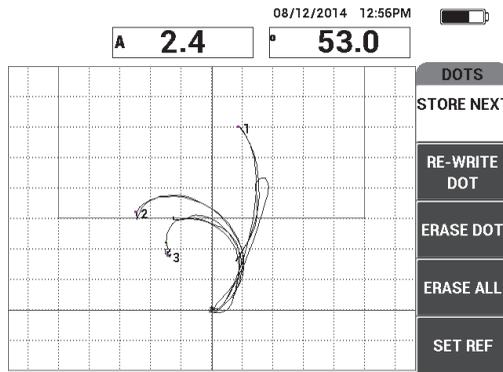

Abbildung 6-50 Dritter aufgezeichneter Punkt
8. Führen Sie die Sonde langsam über die dritte Ablösung und drücken Sie auf **NÄCH.SPEICH**, um den dritten Punkt zu speichern (siehe Abbildung 6-50 auf Seite 172).